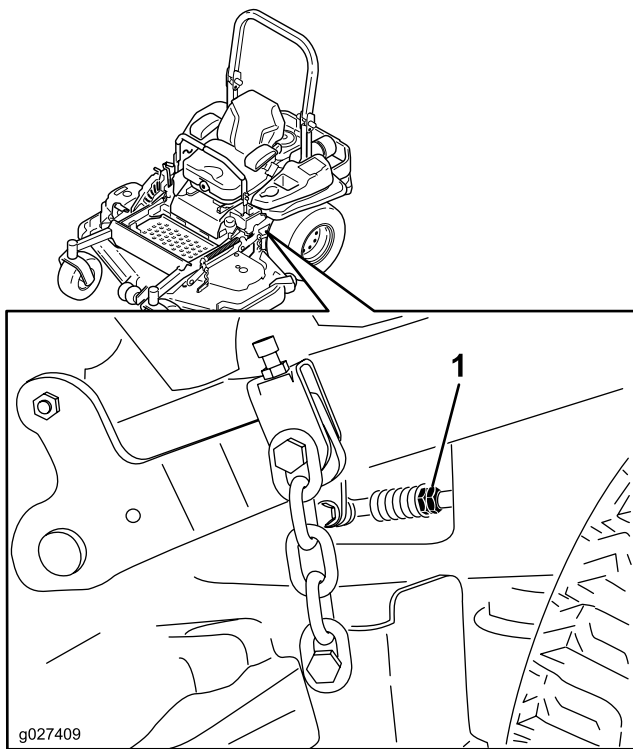

Figura 92
10. Ajuste la longitud de las varillas de control de las bombas girando las tuercas dobles de la varilla en el sentido apropiado, hasta que las ruedas se muevan ligeramente en marcha atrás (Figura 92).